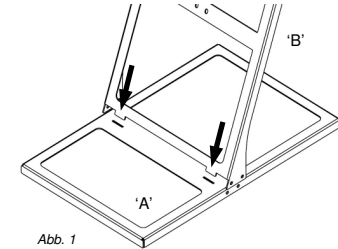

Abb. 1
3. Schieben Sie nun das Oberteil (B) in die Schlitze des Bodenteils (A). Siehe Abb. 1